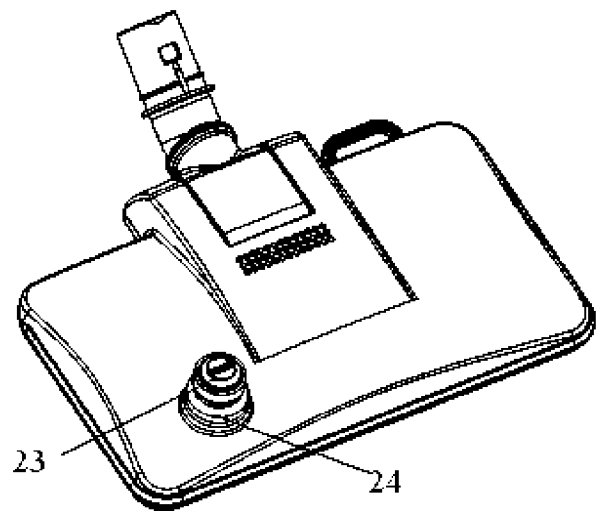
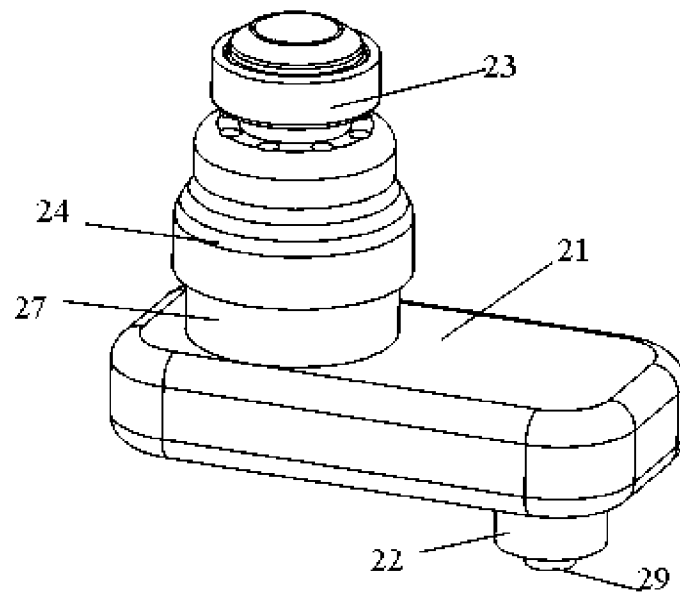
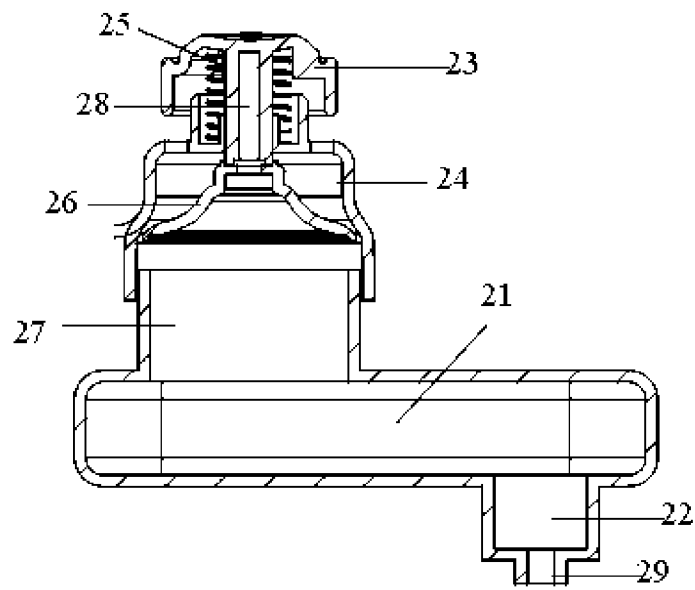

图 3
图 4
图 5
- [0020] 图 3 为本发明刷头的底壳的整体立体视图;
- [0021] 图 4 为本图 3 所示的刷头增加喷水结构的立体图;
- [0022] 图 5 为图 4 所示喷水结构的剖面图。
- [0025] 参照图 3- 图 5,在刷头底部面板上部的腔体内设置一水箱 21,水箱形状任意,可以为长方体,或者任意匹配刷头内部空间的形状。在水箱 21 的最低的位置竖直向下的形成一个出水管 22,在出水管末端设置有喷嘴 29,其只有在内部具有较大压强时才能喷射出少量水。为了更好的设置喷嘴和刷头的结合关系,可以将出水管即喷嘴 29 设置在刷头的前端,并能让用户很方便的确定喷嘴 29 的位置,使得使用者更好的控制水的喷射区域。